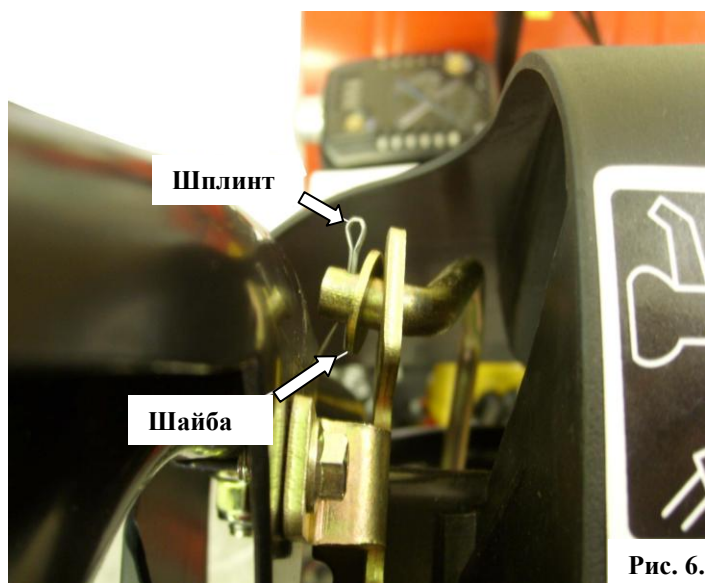

Рис. 6.
1. Переместить защитный чехол вверх по тяге. Снять с тяги шплинт и шайбу (см. Рис. 6) и извлечь «Г-образный» конец тяги из отверстия кронштейна рычага привода колес.